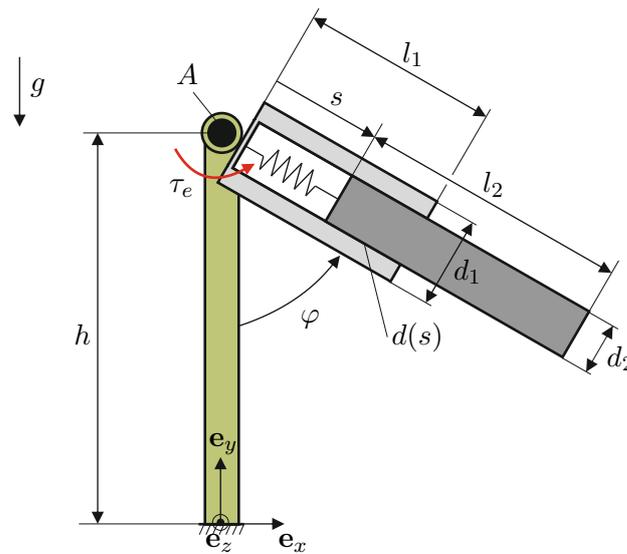

Abbildung 1: Mechanisches System.
1. Auf einen um Punkt A drehbar gelagerten Hohlzylinder (Masse m_1 , Länge l_1 , Außendurchmesser d_1 , Innendurchmesser d_2) wirkt ein externes Drehmoment τ_e , siehe Abb. 1. Ein zweiter zylindrischer Stab (Masse m_2 , Länge l_2 , Durchmesser d_2) ist mit dem Hohlzylinder über eine Längsfeder (Federkonstante c , entspannte Länge s_0) befestigt. Bei einer Relativbewegung beider Zylinder wirkt eine geschwindigkeitsproportionale Dämpferkraft F_D mit einem Dämpfungskoeffizienten $d(s)$. Dabei ist der Dämpfungskoeffizient zur Kontaktfläche zwischen den Zylindern proportional (Proportionalitätsfaktor d_0). Auf beide Zylinder wirkt die Erdbeschleunigung g . Die Massenträgheitsmomente $\theta_{1,zz}^S$ und $\theta_{2,zz}^S$ der Zylinder um die jeweiligen \mathbf{e}_z -Achsen durch die Schwerpunkte sind als bekannt anzunehmen. 8 P.